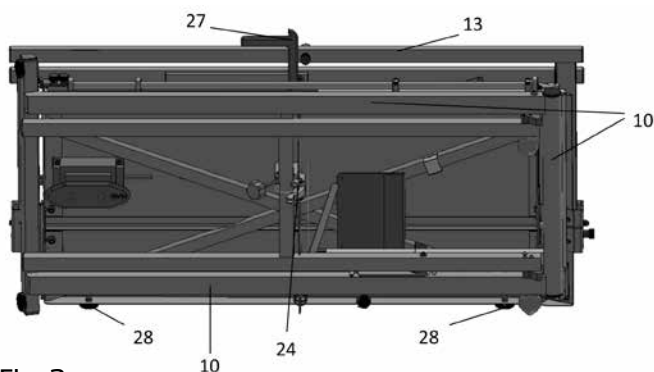
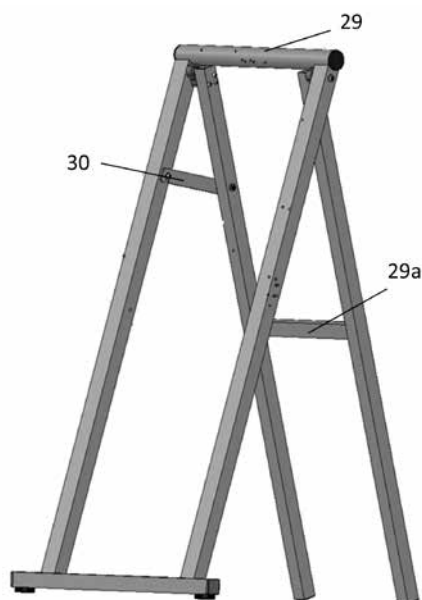
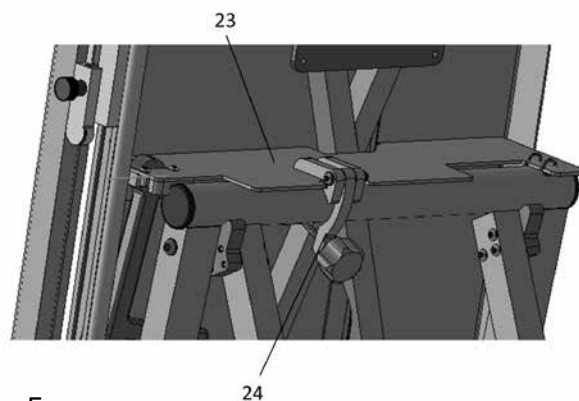

Fig. 3
Fig. 4
Fig. 5
Ne pas soulever l'appareil de la mallette par l'étrier de découpe (pos. 13, fig. 3). Rabattez la poignée de transport (pos. 27, fig. 3) et soulevez l'appareil. Positionnez l'appareil, tel que vous l'avez sorti du coffret, sur les pieds en caoutchouc du côté longitudinal (pos. 28, fig. 3).
Ouvrez la pince de fixation du pied (pos. 24, fig. 3) et séparez-la de l'appareil. Positionnez le pied comme indiqué sur la fig. 4 et arrêtez le verrou de sécurité (30).
Soulevez le ProCut top par la poignée de transport (pos. 27, fig. 3) et sur la plaque de base (pos. 1, fig. 1) puis positionnez celui-ci sur le socle du pied (pos. 23, fig. 5), au milieu du socle pour le ProCut top (pos. 29, fig. 4).
Le transformateur avec enroulement de câble (pos. 26, fig. 2) se trouve à présent en appui sur le support pour transformateur avec enroulement de câble (pos. 29a, fig. 4). Fixez ensuite solidement l'appareil sur le support à l'aide de la pince de fixation pour le pied (pos. 24, fig. 5). Dans cette position, l'appareil peut être utilisé individuellement.
Ouvrez le verrou de sécurité (pos. 30, fig. 4) sur le pied / le support (fig. 4) et repliez le pied.
ProCut top peut être accroché au dos de l'échafaudage avec le socle du pied / support (pos. 23, fig. 5).
Vous devez toujours sécuriser l'appareil solidement à l'aide de la pince de fixation pour le pied / support (pos. 24, fig. 5) !